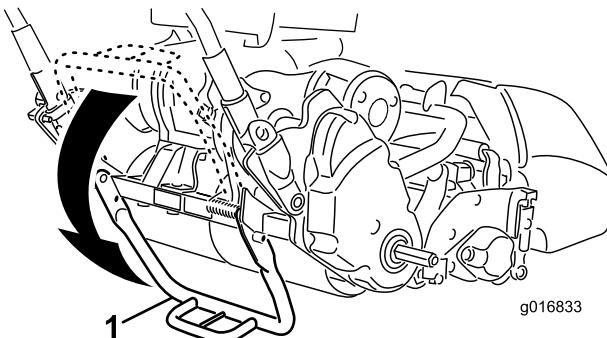

Рисунок 7
- Нажмите на откидную ножку вниз ногой в середине откидной ножки и тяните за нижнюю среднюю ручку машины до поворота откидной ножки вокруг центральной части (Рисунок 7).